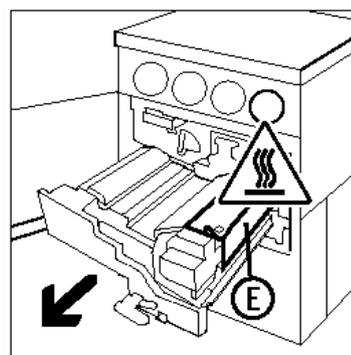

Fig. 42: Estrazione del modulo del percorso carta
- 3 Estrarre il modulo del percorso carta dalla copiatrice/stampante finché non è completamente aperto, come illustrato in Fig. 42.